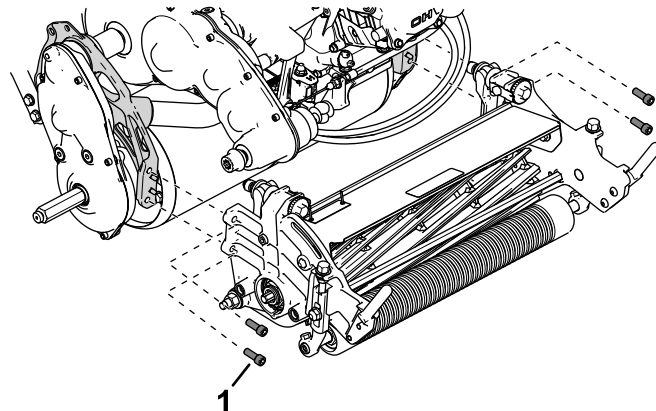

Bild 44
5. Verwenden Sie vier Innensechskantschrauben, um das Mähwerk am Rahmen zu befestigen (Bild 44).